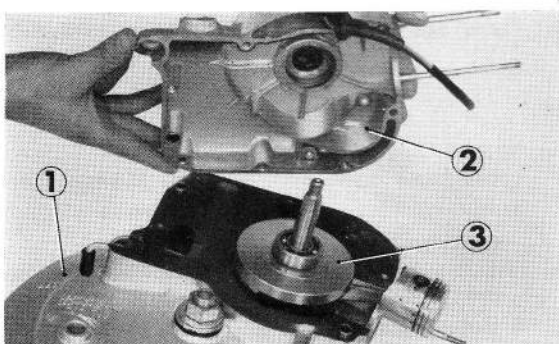

Figure 2-50 : ① carter droit ② carter gauche ③ vilebrequin
2. Remonter le carter gauche, après avoir vérifié que les deux goujons creux sont en place (figure 2-50).